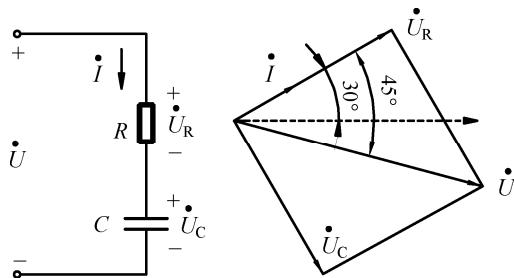

图 3-2
2. 如图 3-2 所示工频电路及相量图, 已知  $R=10\Omega$ ,  $X_C=10\Omega$ ,  $U_R=10V$ , 试求: